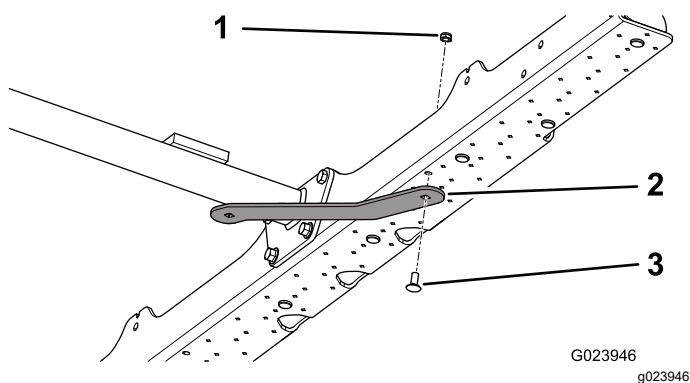

Figura 5
1. Allineate l'estremità piatta più lunga del supporto di ancoraggio nella parte di sotto della piastra inferiore in modo che l'estremità piatta più corta raggiunga la barra di traino (Figura 5).
2. Fissate il supporto di ancoraggio alla piastra inferiore con un bullone (5/16 x 3/4 poll.) e un dado di bloccaggio (5/16 poll.); fate riferimento a Figura 5.